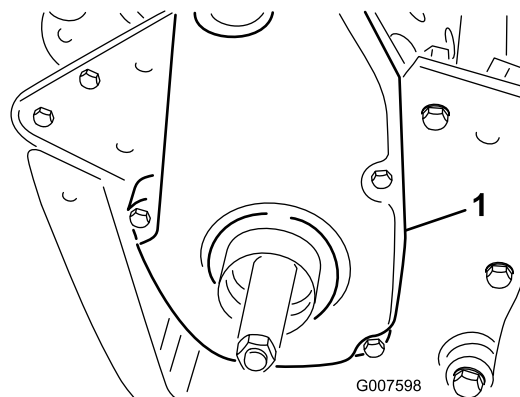

Bild 44
6. Nehmen Sie die hintere Riemenabdeckung rechts an der Maschine ab (Bild 44).